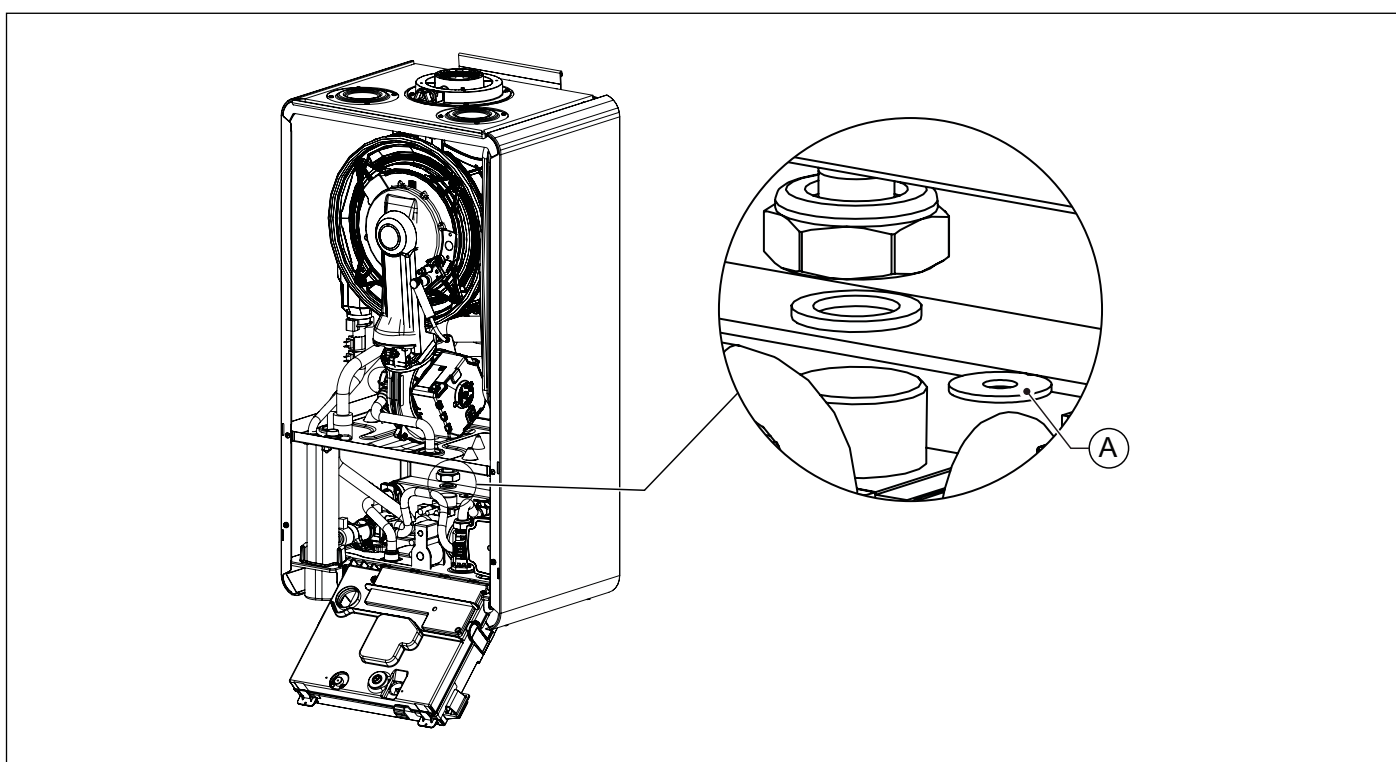

Fig. 34 Înlocuirea diafragmei de gaz
- Deconectați teava de pe vana de gaz (consultați Fig. 34 Înlocuirea diafragmei de gaz).
- Înlocuiți diafragma de gaz (A) cu diafragma nouă de gaz (consultați Fig. 34 Înlocuirea diafragmei de gaz și Tab. 32 Diametrul diafragmei de gaz (mm)).